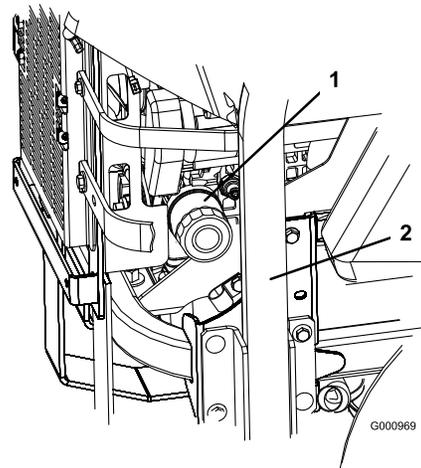
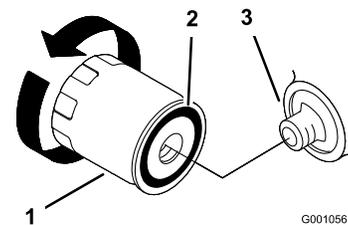

Figura 46
Figura 47
2. Gire el filtro en el sentido contrario a las agujas del reloj para retirarlo (Figura 46 y Figura 47).